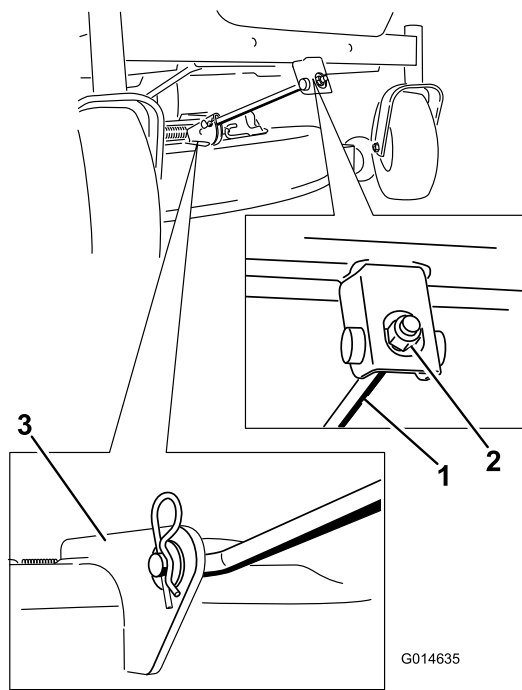

Bild 65
5. Entfernen Sie den Splint von der vorderen Stützstange und nehmen Sie die Stange aus der Mähwerkhalterung (Bild 65).
- 6. Befestigen Sie die vordere Stützstange mit den Lastösenbolzen und Splints am Mähwerk (Bild 65).